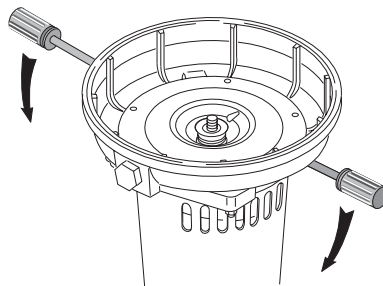

Figura 30
3. Desenrosque las cuatro tuercas que sujetan la mitad posterior de la bomba en el motor. Coloque dos destornilladores debajo de la mitad posterior del cuerpo de la bomba y palanquee cuidadosamente hacia arriba para retirar la mitad giratoria del sello (véase la Figura 30). La mitad posterior del cuerpo de la bomba se deslizará y saldrá del eje, trayendo consigo el sello.